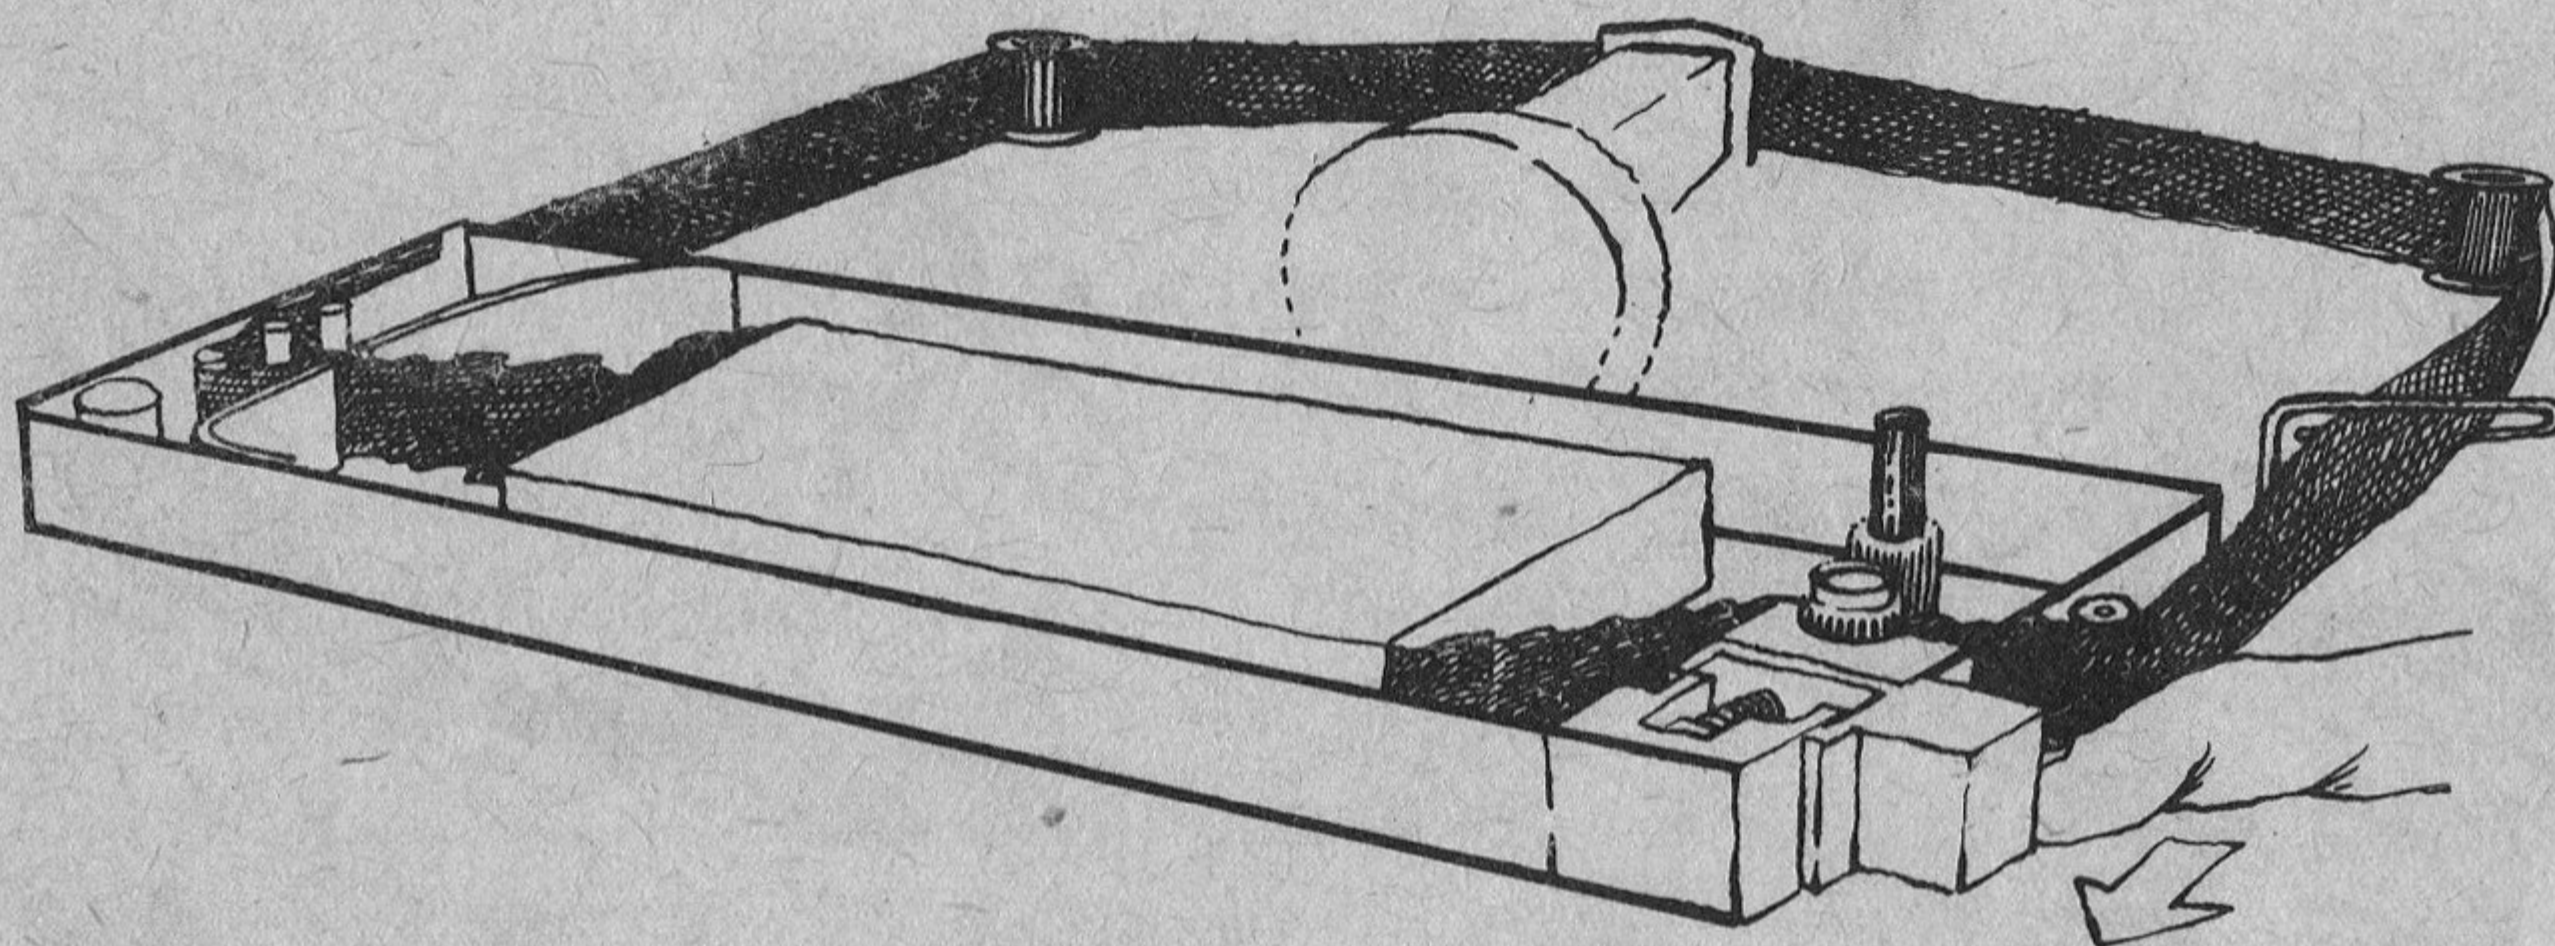

Рис. 2.5.1.
- вставить новую ленту в кассету, прокладывая ее между приводными роликами и прижимной пружиной согласно рис. 2.5.1. С этой целью следует несколько вытянуть ленту из патрона,